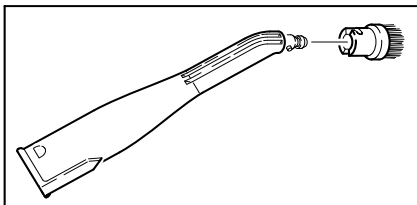

Рисунок 5
- Форсунку точечной струи (D1) можно использовать вместе с круглой щеткой (D2) (см. рисунок 5). Для это наденьте обе выемки на фиксаторы форсунки точечной струи и поверните по часовой стрелке до упора.